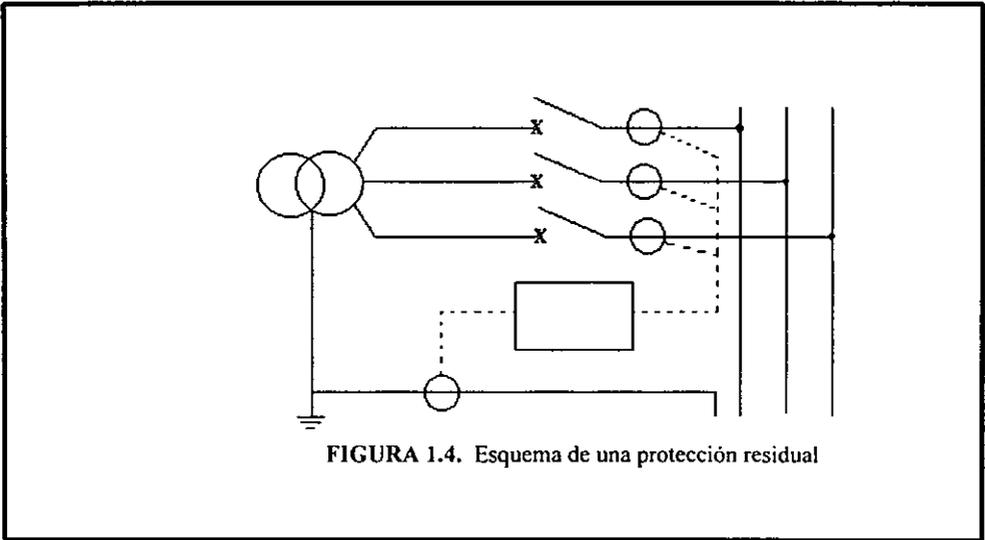

FIGURA 1.4. Esquema de una protección residual
a.- **Corriente residual.-** Conocida en la literatura americana como “ Residual Sensing”. Se basa en la colocación de un toroide en cada uno de los conductores de fase y neutro del sistema. Los secundarios de los mismos se interconectan de tal forma que al relé de falla a tierra se le alimenta con la resultante de la suma vectorial de estas corrientes (equivalente a la corriente de falla a tierra). Este esquema de protección se muestra en la figura 1.4.